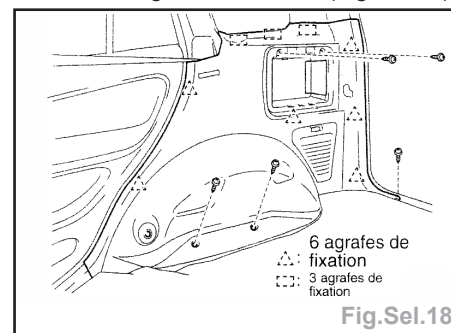

Fig.Sel.18
- les habillages de custodes (Fig.Sel.18),